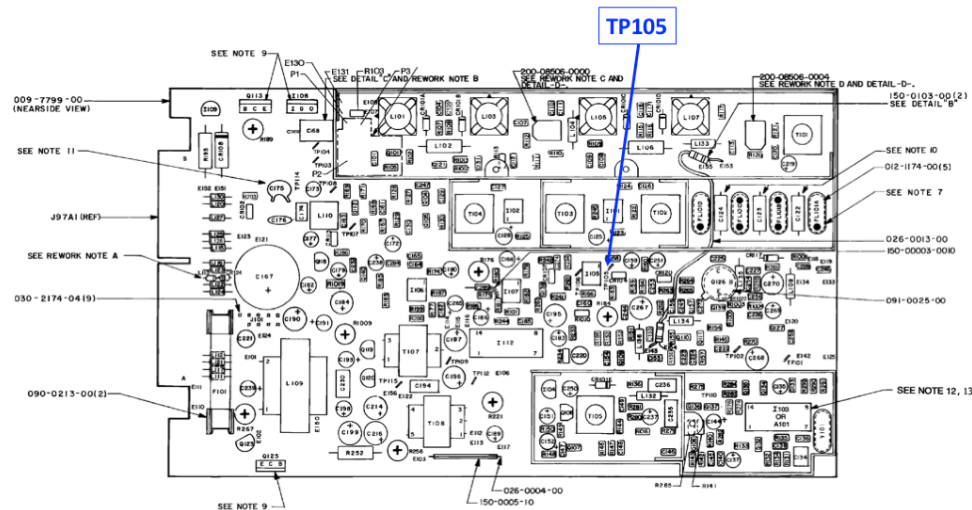

Figure 6.4.3.
- Brancher la borne positive du multimètre au point TP105 de la radio (voir figure 6.4.3. ci-dessous) :